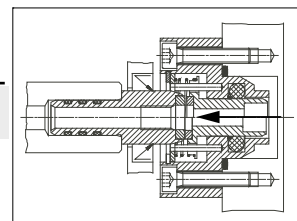

Bild 5: lagerlose Drehdurchführung eingebaut
- Endgültige Einstellung der **DEUBLIN** lagerlosen Drehdurchführung: Schweb. Gleitring vorsichtig in Pfeilrichtung zur Anlage bringen (Bild 5). Endgültige Einstellung des Schwebenden Gleittrings durch Druckluft mit min. 6 bar. Kurze pulsartige Druckstöße bringen den Schweb. Gleitring zur Gegenanlage. Dann erst mit Kühlmittel beaufschlagen.